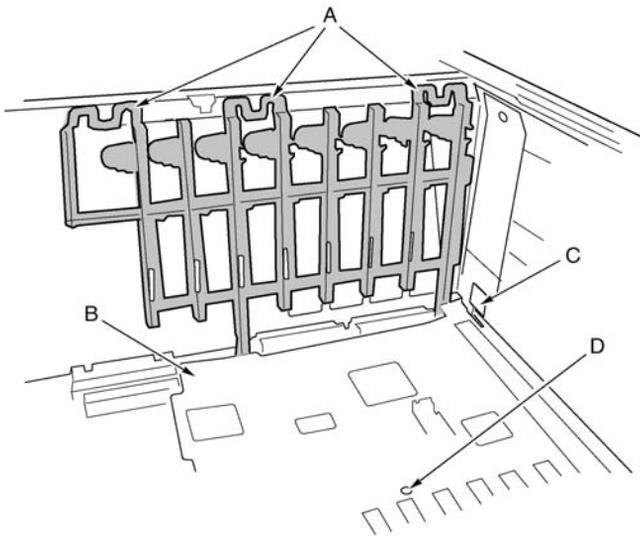

Abbildung 24 - Entfernen des vorderen Haltemechanismus
- 7 Ein Haltemechanismus aus Plastik für die PCI-Zusatzkarten ist mit drei Klammern an der Vorderseite des Elektronikschachts angebracht (Abbildung 24, A). Lösen Sie alle Klammern, indem Sie auf die Lasche drücken und entfernen Sie den Haltemechanismus.
- a Entfernen Sie die Befestigungsschraube, die den Überzug befestigt (Abbildung 24, D).
- b Heben Sie den Rand des Überzugs in der Nähe der Mainboardmitte an, bis er von den Anschlüssen auf dem Board entfernt ist (Abbildung 24, B).
- c Schieben Sie den Überzug zur Vorderseite des Elektronikschachts hin und haken Sie ihn von den beiden Laschen los (Abbildung 24, C).
- a Auf der Seite des Elektronikschachts wo die Kante des Mainboards in den Schaumstoff eingesetzt ist, platzieren Sie die beiden Schlitze im Überzug über die Hakenlaschen (Abbildung 24, C auf Seite 60).
- 5 Installieren Sie den vorderen Haltemechanismus für die PCI-Zusatzkarten an der Vorderwand des Elektronikschachts (Abbildung 24 auf Seite 60).